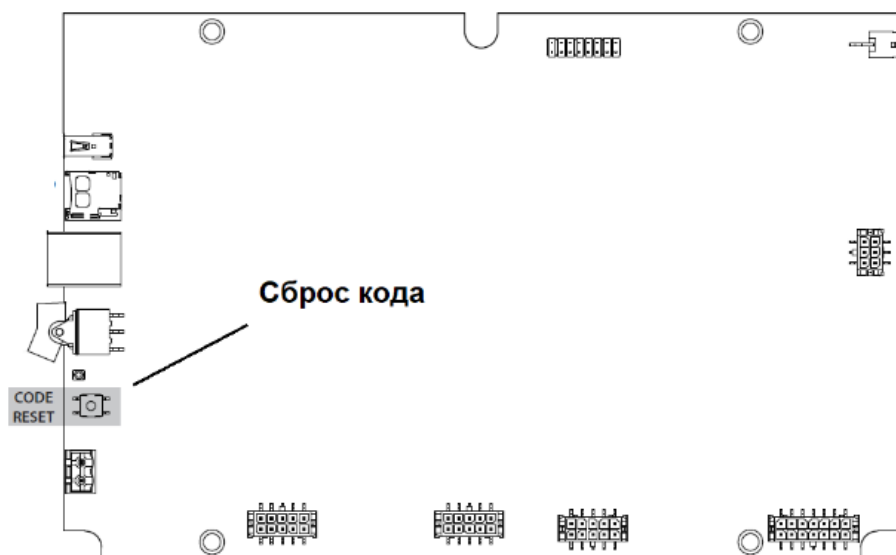

Рисунок 20
3. Включить питание, привести детектор в рабочее состояние, нажать и удерживать нажатой кнопку СБРОС КОДА (CODE RESET) десять секунд (См. Рисунок 20). Кнопка расположена в левом нижнем углу платы контроллера.